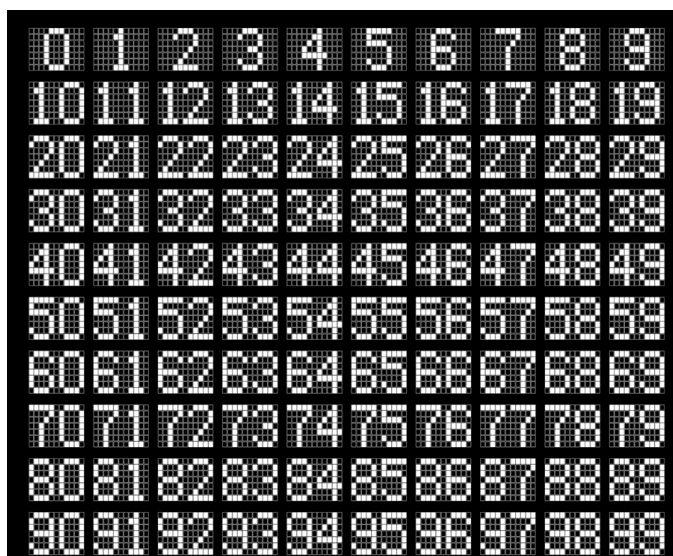

Рисунок 2. Карта номеров
- Выберите на лицевой поверхности необходимый номер индикации, для чего открутите крепление рассеивателя, снимите его. Удалите заглушки из матрицы в соответствии с картой номеров (см. рисунок 2). Установите рассеиватель в обратном порядке.